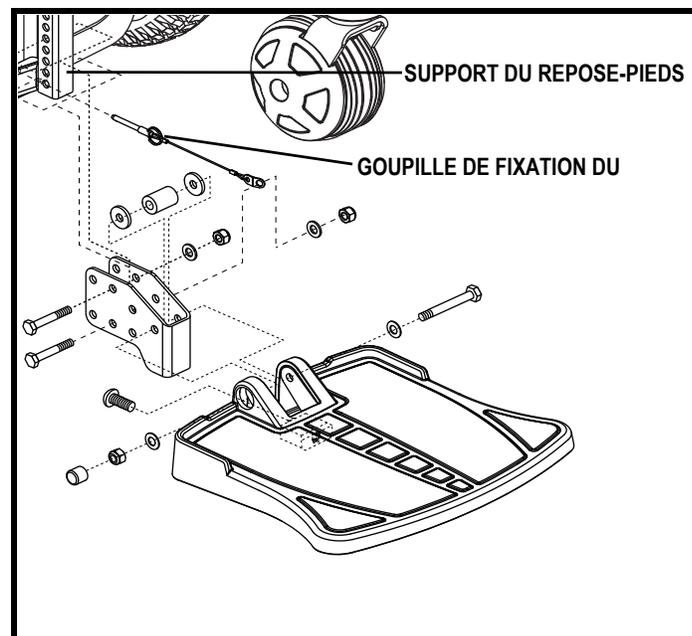

Figure 19. Ajustement du repose-pieds
1. Retirez les ferrures sur le support du plateau. **Voir la figure 19.**
1. Relevez le repose-pieds pour trouver l'emplacement de la vis de réglage. **Voir la figure 19.**